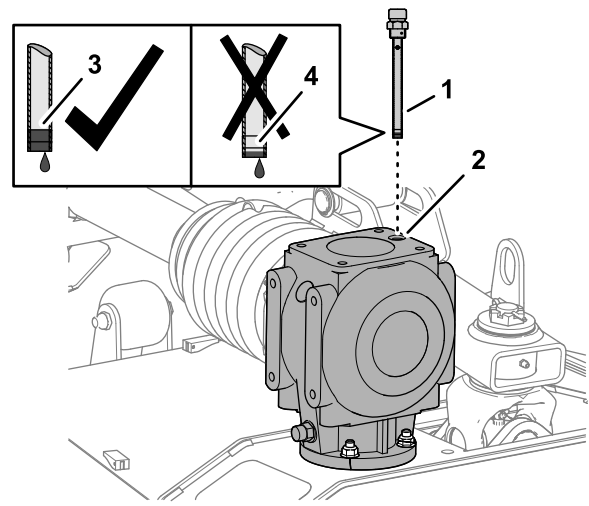
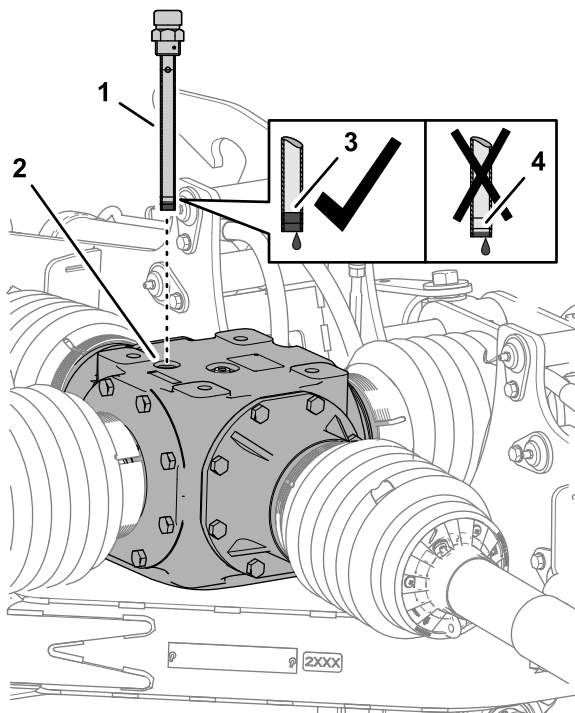

Bild 58
Bild 57
- Entfernen Sie den Peilstab von der Peilstaböffnung an der Oberseite des mittleren Getriebes (**Bild 57** oder **Bild 58**).
- Überprüfen Sie den auf dem Peilstab angezeigten Füllstand (**Bild 57** oder **Bild 58**).
- Führen Sie den Peilstab in die Einfüllöffnung ein und schrauben Sie den Peilstab (**Bild 57** oder **Bild 58**) fest.